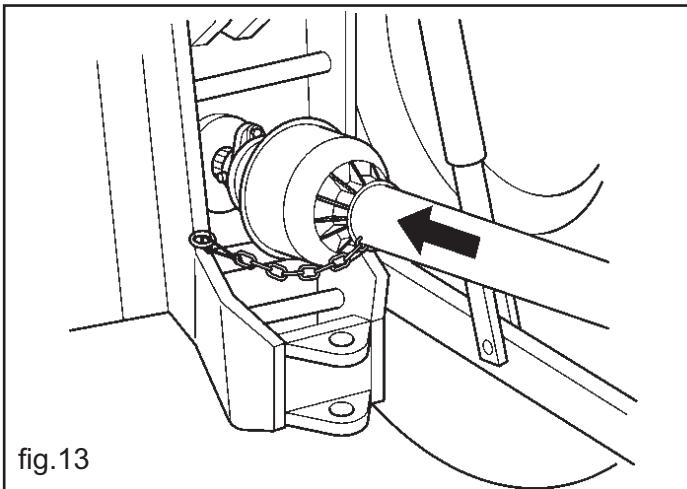

fig.13
- 5) Innestare l'albero cardanico e assicurarsi che sia perfettamente bloccato sulla presa di forza (fig.13). Verificare che la protezione ruote liberamente e fissarla con l'apposita catenella.